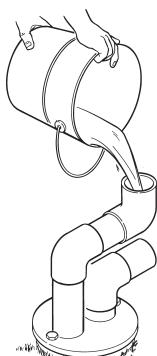

Figura 11
- Sujetando FIRMEMENTE la tubería, llénela con agua para asegurarse que las conexiones y la válvula check no tengan fuga (ver Figura 11). Las tuberías deben retener el agua. Si hay fugas, saque las tuberías y encuentre la fuga. Cubra la unión en donde está la fuga con cinta de Teflón o vuelva a apretar la abrazadera. Repita la instalación y vuelva a llenar la tubería para revisarla, repita este procedimiento hasta que no haya fugas.